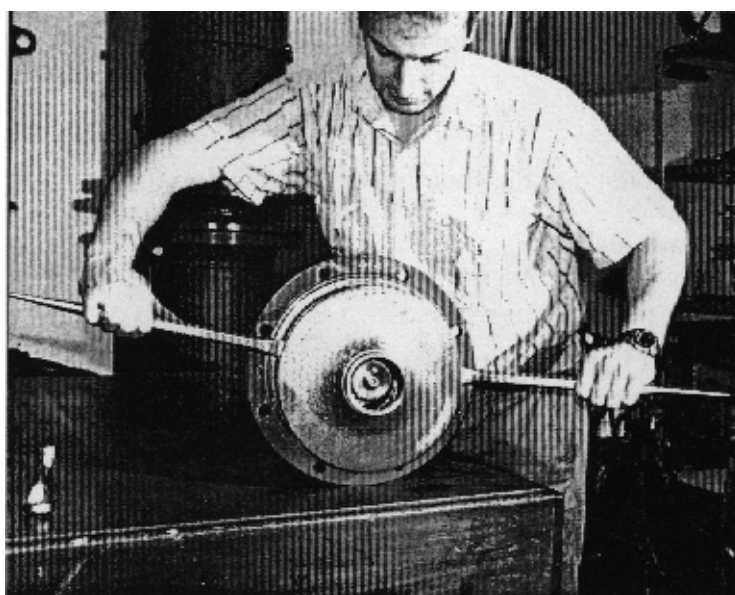

图 8.3
- 用两只扳手或撬杆将叶轮（230）顶起拆下（见图 8.3 和 8.4），取出键。